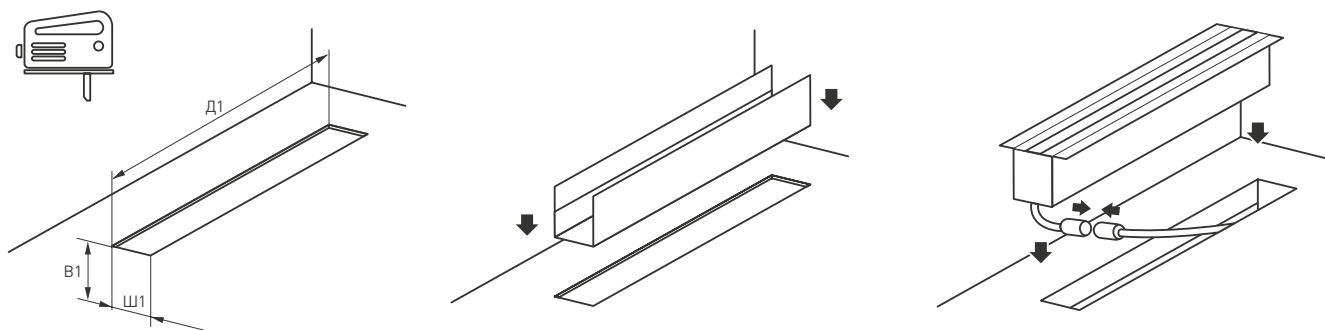

Рисунок 1. Установка светильника в нишу.
- Закрепите закладную часть в месте установки. Закладная часть устанавливается непосредственно в плотный грунт или поверхность стены и фиксируется в ней с помощью строительной смеси согласно типу поверхности (см. рисунок 1).
- При установке на светильник пружинных креплений из комплекта поставки возможна установка светильника в нишу подшивного потолка из ГКЛ. При этом закладная часть не используется (см. рисунок 1).